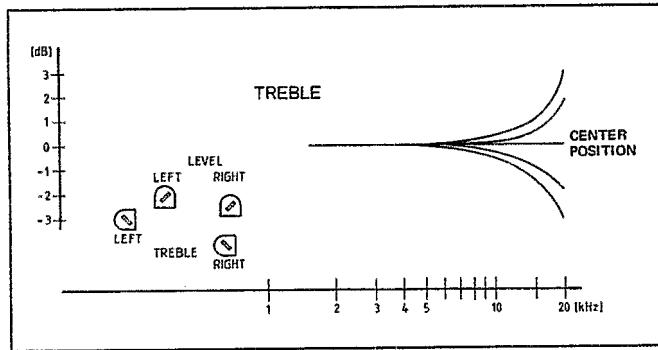

Fig. 5.3
- bei Pegelton (250 nWb/m) mit Trimmstellschalter R36 bzw. R81 (Level) auf INPUT/OUTPUT auf eine Ausgangsspannung von +2 dBu (0,97 V) einstellen (Fig. 5.3)
- mit Trimmstellschalter R39 bzw. R82 (Treble) bei 16 kHz auf geraden Wiedergabe-Frequenzgang einstellen (Fig. 5.3)